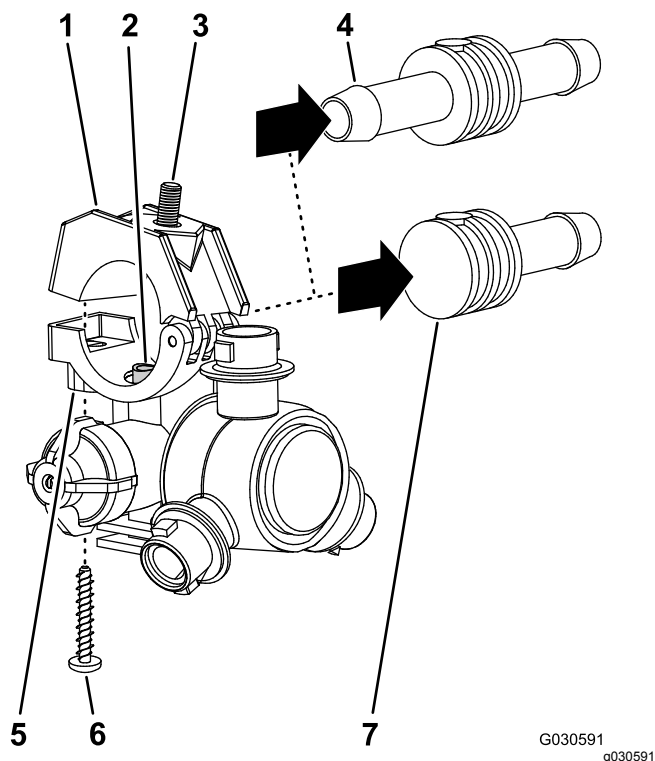

Figura 48
2. Rimuovete la vite in acciaio inox (n. 12 x $1\frac{1}{4}$ ") che fissa la metà superiore della fascetta e il portagomma dentellato singolo o doppio ($\frac{3}{4}$ ") al corpo dell'ugello dell'irroratrice e separate il portagomma dentellato e il flessibile dall'ugello (Figura 48).